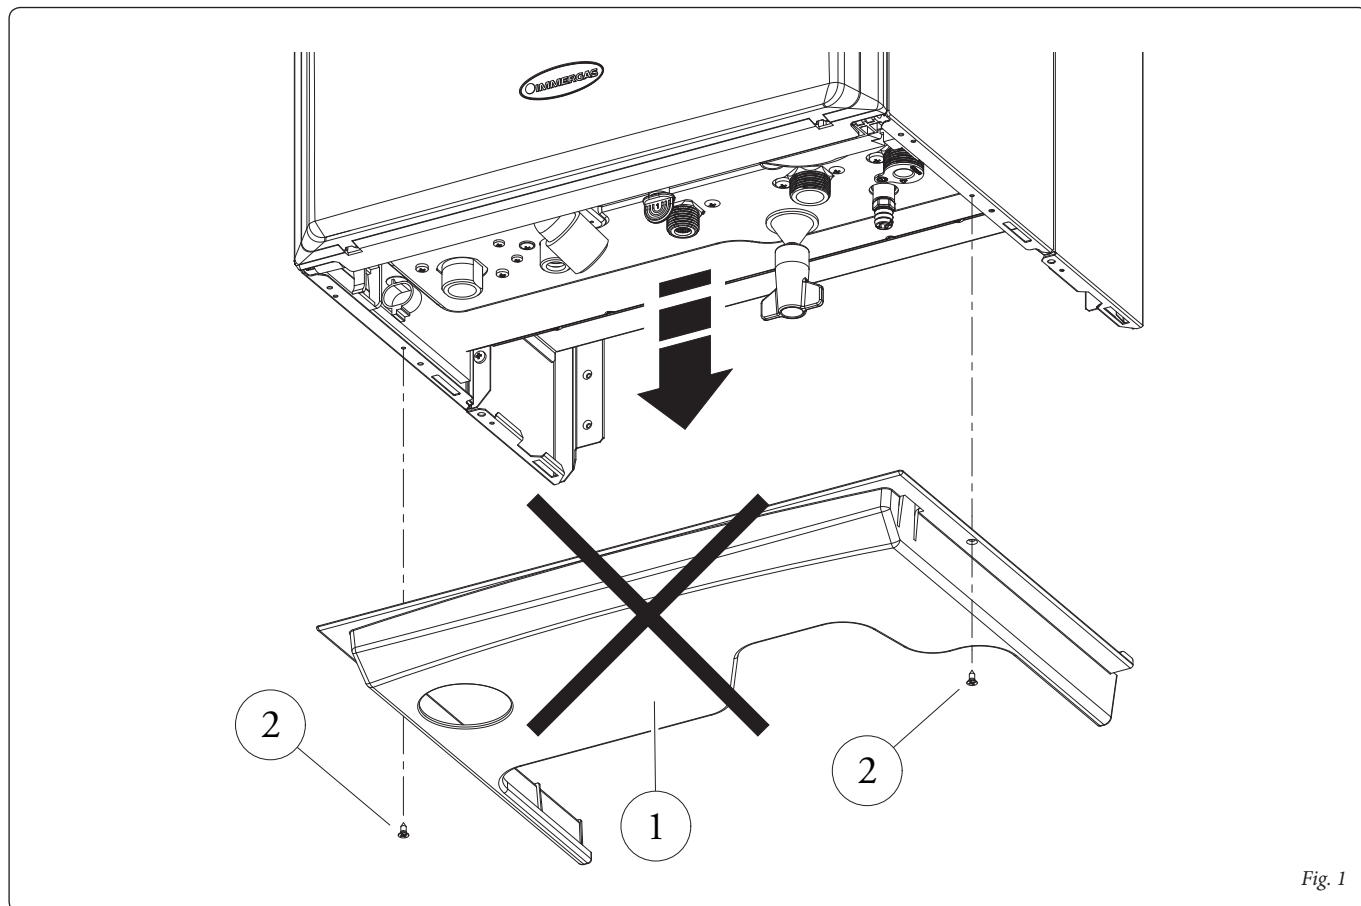

Fig. 1
Eliminare la griglia inferiore (pos. 1, Fig. 1) svitando le due viti (pos. 2, Fig. 1). Montare il kit carter inferiore assemblando il fianco dx (pos. 3, Fig. 2 e 3) ed il fianco sx (pos. 4, Fig. 2 e 3) al carter frontale (pos. 5, Fig. 2 e 3) con le viti (pos. 6, Fig. 2 e 3), utilizzando la foratura predisposta (pos. 8, Fig. 2 e 3). Coprire la testa delle viti con i tappi forniti (pos. 7, Fig. 2 e 3).
Remove the bottom grid (pos. 1, Fig. 1) by unscrewing the two screws (pos. 2, Fig. 1).